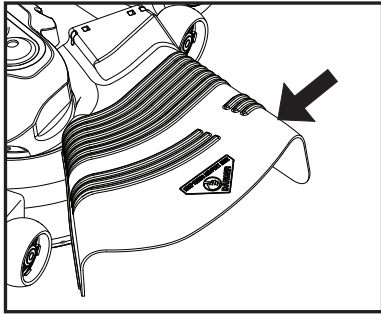

Fig. 10
**PRECAUCIÓN:** No opere la segadora sin, ya sea, el recogedor de césped completo en las segadoras así equipadas o con la protección contra la descarga en su lugar (Vea Fig. 10).